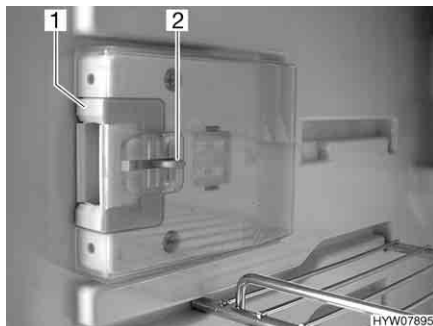
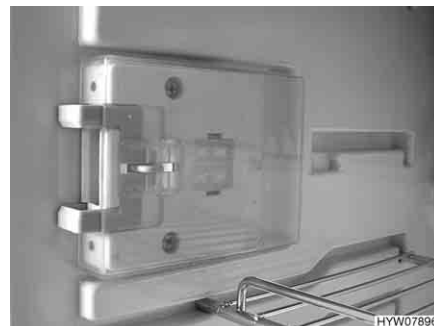

Fig. 234 Dispositif de fermeture en position normale
Fig. 235 Dispositif de fermeture en position de ventilation
- Presser le bouton de déverrouillage (Fig. 234,2).
- Pousser le dispositif de fermeture (Fig. 234,1) vers l'avant (Fig. 235).